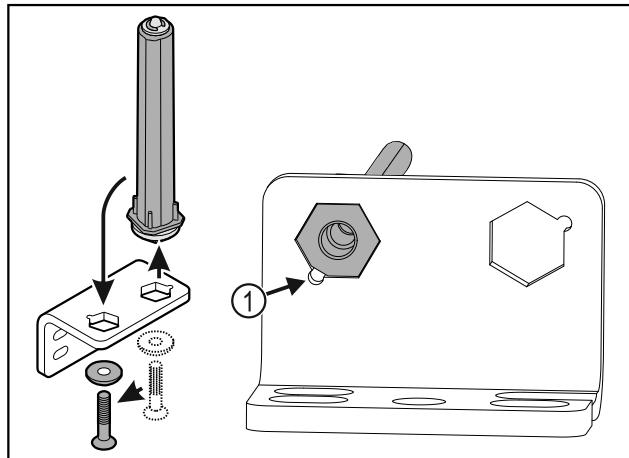

Fig. 37
▶ 在安装时请注意，让螺栓斜面 Fig. 37 (1)朝向圆孔。